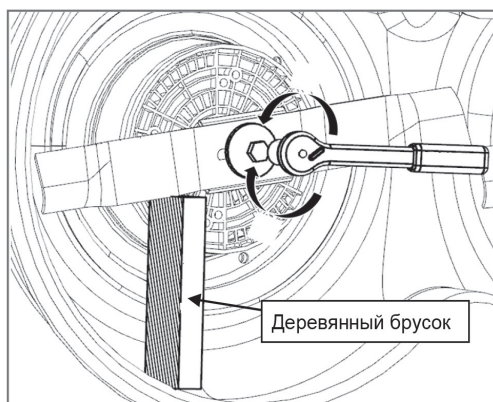

Рис. 25
- Чтобы предотвратить проворачивание, зафиксируйте нож, вставив деревянный брусок между ножом и декой газонокосилки (рис. 25).